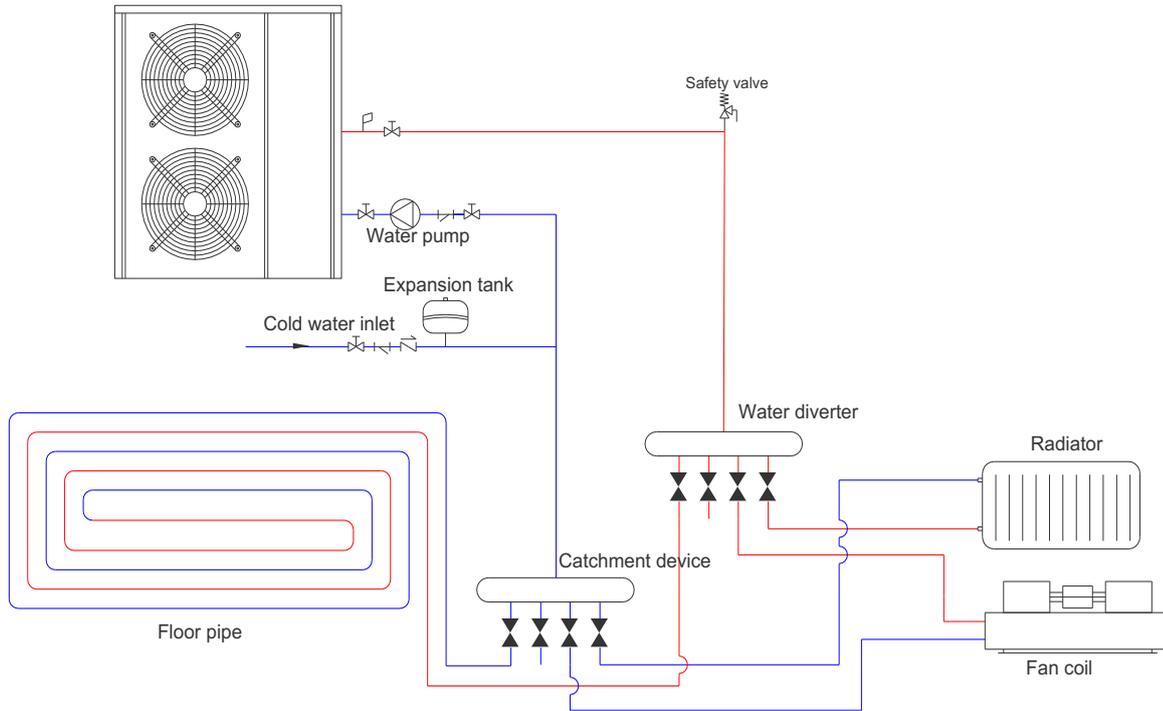

Abb. 10
- 1) Das Systeminstallationsdiagramm ist in Abbildung 10 dargestellt.